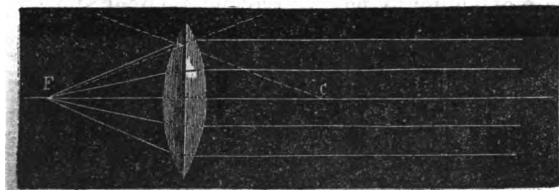

Fig. 133. Andamento dei raggi luminosi in una lente biconvessa (fuoco principale).
1.^o Presentiamo una lente biconvessa (fig. 133), in faccia ad un punto luminoso posto ad enorme distanza da questa lente, come sarebbe un punto del sole, che supporremo a destra della figura. I raggi luminosi che ne partono possono essere considerati paralleli fra loro. In virtù di quanto abbiamo detto precedentemente, questi raggi subiranno una duplice
2.^o Collochiamo ora il punto luminoso nel fuoco principale *F* (vedi sempre la fig. 133) d'una lente biconvessa, e vedremo i raggi che partono da quel punto, in direzioni fra loro divergenti, traversare la lente, rifrangersi anch'essi due volte, ma uscirne poi tutti paralleli all'asse della lente e quindi anche paralleli fra loro.